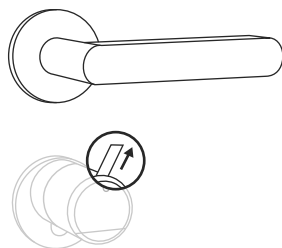

Fig. 11
- ⑧ Si vous ne l'avez pas encore fait, retirez la bande de protection des batteries du compartiment des piles sur le bouton intérieur (Fig. 11).